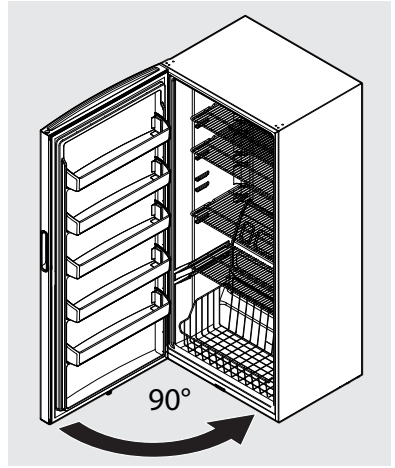

Figure 8
19. Faites glisser la goupille de la charnière du bas à 90° sur la carrosserie du congélateur et fermez la porte (voir figure 8).